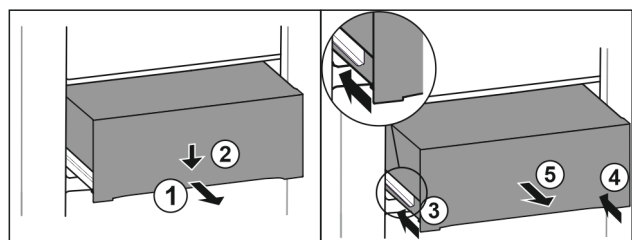

Fig. 138
- ▶ Zásuvku napůl vytáhněte. Fig. 138 (1)
- ▶ Stlačte zásuvku na přední straně dolů. Fig. 138 (2)
- ▶ Zasuňte levou kolejničku přibližně do 2 cm. Fig. 138 (3)
- ▶ Zasuňte pravou kolejničku přibližně do 2 cm. Fig. 138 (4)
- ▶ Vyjměte zásuvku dopředu. Fig. 138 (5)